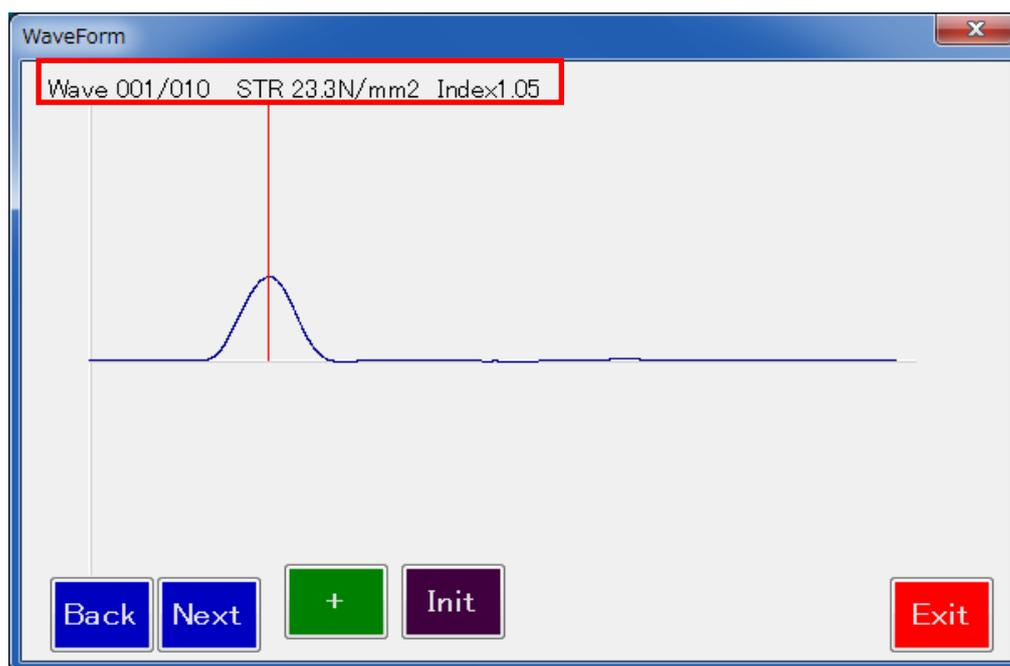

図 4-10 波形表示ダイアログ
- 【Show Wave Form】⑤ボタンをクリックすると、波形表示ダイアログ(図 4-10)が表示されます。